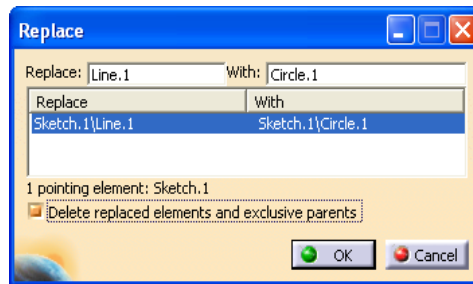

Рис. 138
11) У діалоговому вікні "**Replace**" (Рис. 138) в якості заміни вибрати створену дугу.
12) У діалоговому вікні "**Replace**" (Рис. 138) вибрати параметр "**Delete replaced elements and exclusive parents**" ("Видалення замінених елементів разом з батьківськими об'єктами, використовуваними виключно для цих елементів") і натиснути "OK".